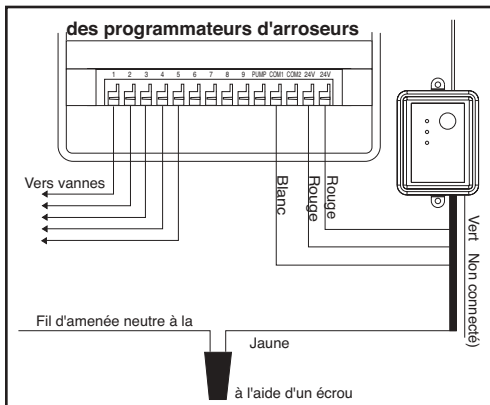

Figure 6: Câblage du minuteur de l'arroseur sans bornes de détecteur ni pompe d'appoint
3. Débrancher le fil neutre de la vanne du minuteur et connectez-le (à l'aide d'un écrou) au fil jaune (normalement fermé) du récepteur de pluie / gel. (voir figure 6)
5. Connectez les (2) fils